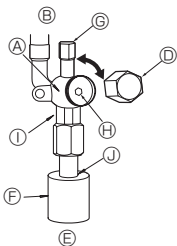

Fig. 4-6
- Запорный кран со стороны жидкости (Fig. 4-6)